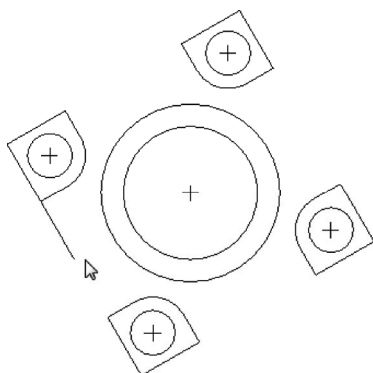

图 2-27 确定斜矩形第一点
STEP 03 在绘图区中左上方的端点上单击鼠标左键, 确定斜矩形的第一点, 向下移动鼠标指针, 如图 2-27 所示。